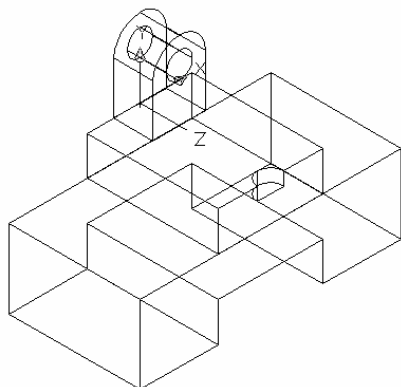

图 9-46
(13)选择绘图工具栏上的按钮 ,捕捉中点绘制半径为 10 , 5 的两个圆。单击绘图工具栏上的按钮 ,将图形进行修剪。如图 9-46 所示 :